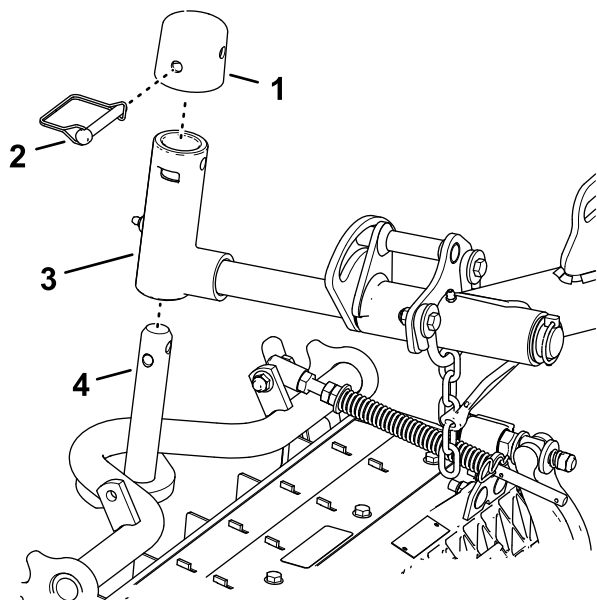

Figura 17
- Deslice una unidad de corte debajo del brazo de elevación (Figura 17).
**Bloqueo del pivote de la unidad de corte para segar en una pendiente** – Bloquee los pivotes de las unidades de corte para evitar que las unidades de corte giren cuesta abajo al segar de través en una pendiente. Utilice el orificio del brazo giratorio (Figura 17) para bloquear la unidad de corte. Utilice la ranura si la unidad de corte es dirijible.